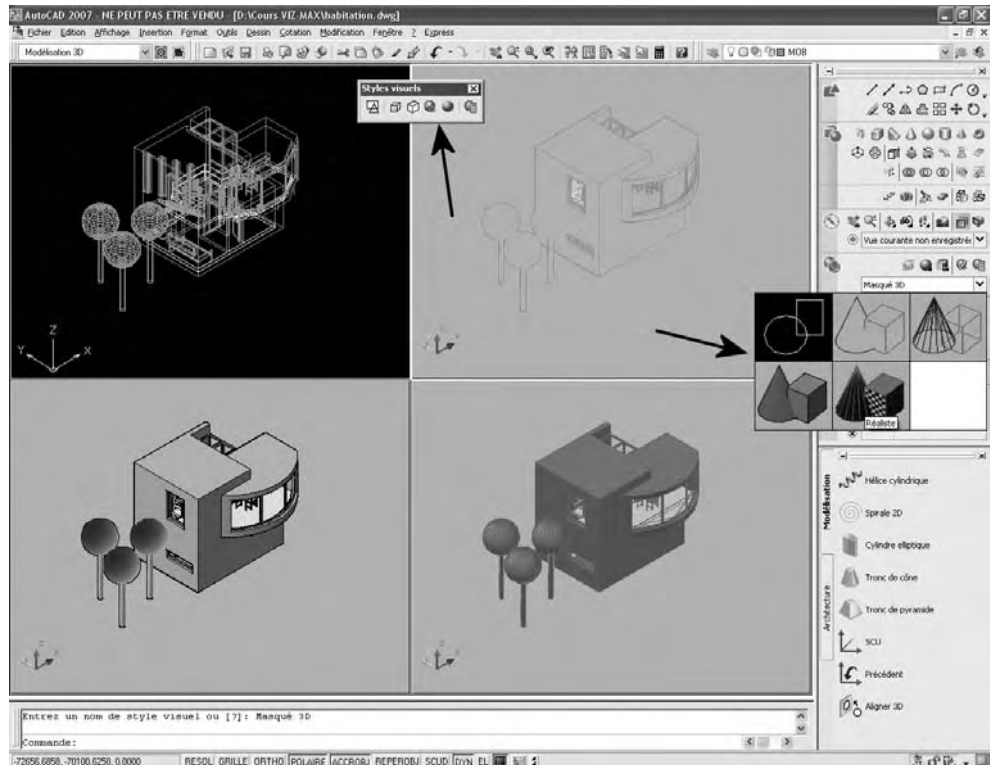

Fig.9.2
- 2 Sélectionnez le style visuel par l'une des méthodes suivantes (fig.9.2) :